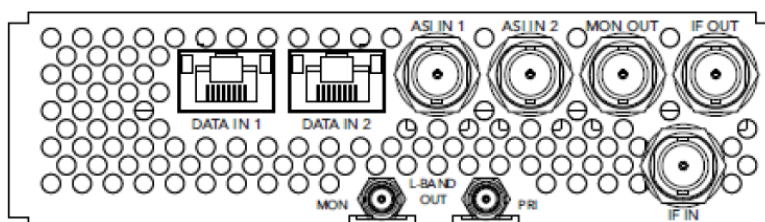

Рисунок 7. Модуль SMD 920 в комбинации с модулем SMD 912(A)
Как показано на Рис. 7, модуль SMD 920 в комбинации с SMD 912(A) имеет иной набор входных/выходных разъемов: